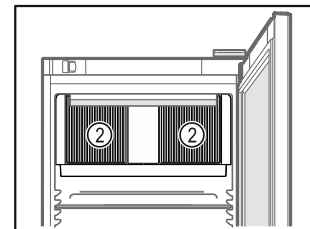

Fig. 59
- Mbani të lira kanalet e ajrimit Fig. 59 (2) të ventilatorit të qarkullimit të ajrit në hapësirën e brendshme.